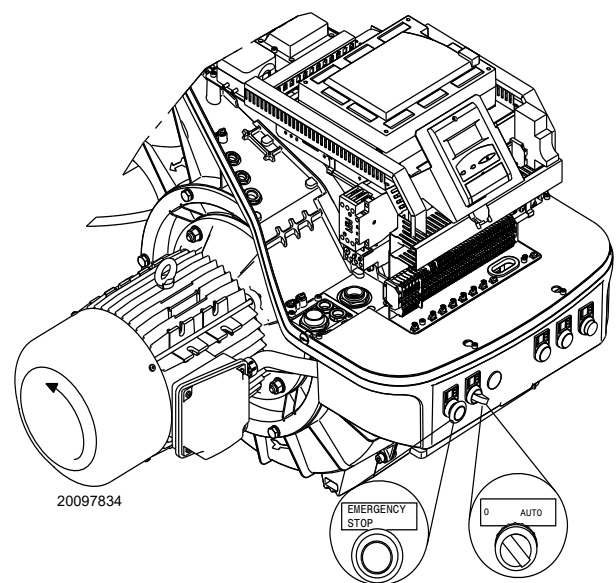

Abb. 28
Den Schalter Abb. 28 auf die Position „**AUTO**“ stellen.
Beim Anlaufen des Brenners die Drehrichtung des Motors überprüfen, siehe (Abb. 28).
- den Schalter von Abb. 28 auf die Position „**0**“ stellen und warten, bis sich die Flammensteuerung ausschaltet;